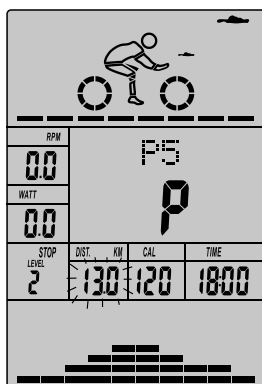

图 27
- D. 距离的读数闪烁，按 UP/DOWN 键（或旋转）设定希望运动的距离值，然后按 ENTER 键确认所设置的数值。（如图 27）